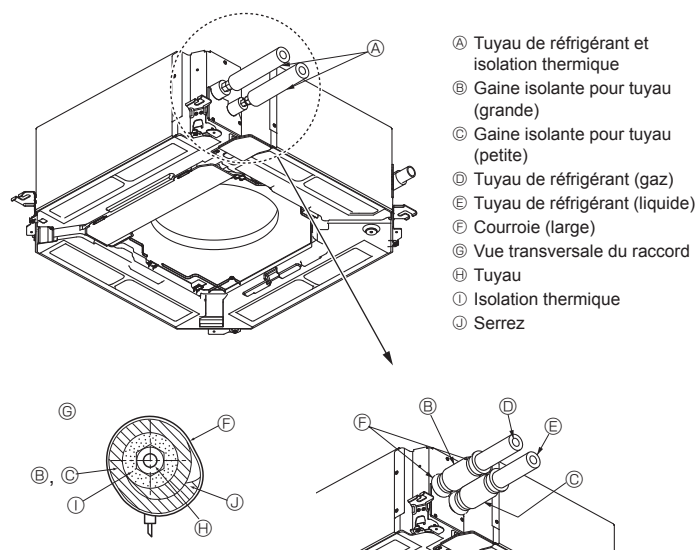

Fig. 4-3
4.4. Appareil intérieur (Fig. 4-3)